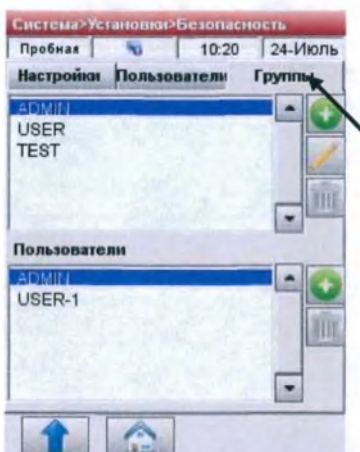

Рис.3-61 Группы
1. Выберите вкладку **<Группы>** в меню **<Система> <Настройка> <Безопасность>** (Рис.3-61).
2. Чтобы добавить новую группу пользователей, нажмите  в верхней части экрана (Рис.3-61).